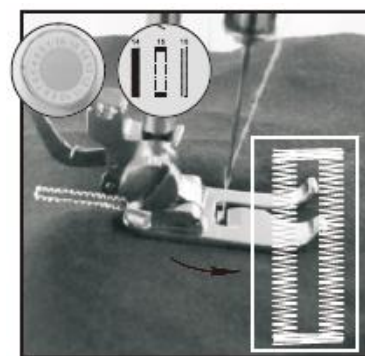

Bild 19
- 6) Välj stygn nummer 7, starta maskinen och sy klart knapphålet (bild 19).